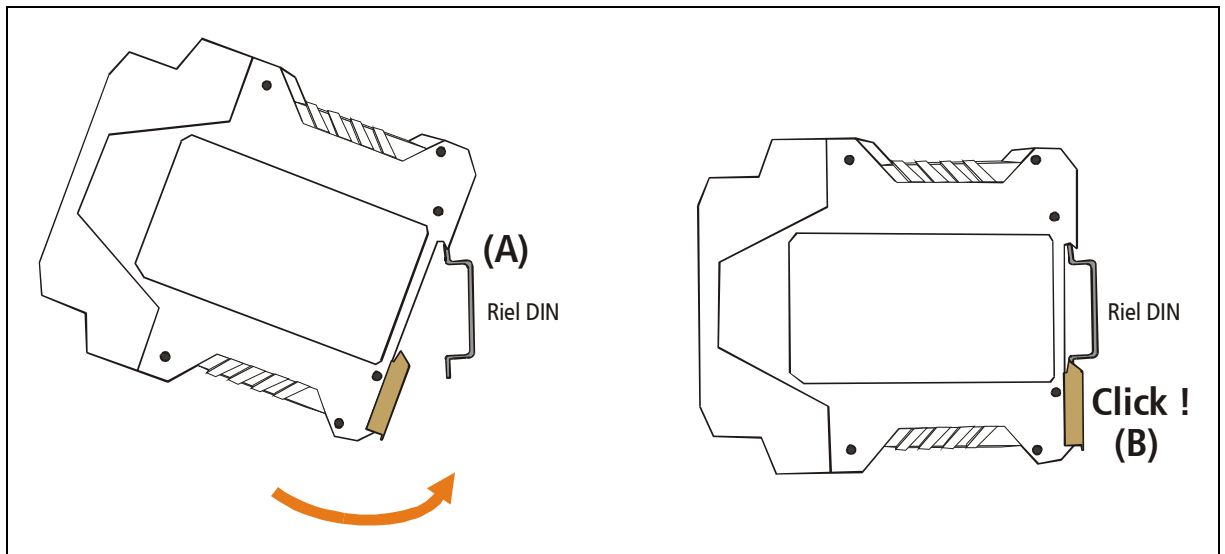

Figura 15 - Montaje del equipo sobre riel DIN
Para sujetar el equipo a este tipo de riel (como se muestra en la figura 15), oriente la parte superior del equipo hacia el riel y ubique la ranura del adaptador sobre el borde superior del mismo (A).